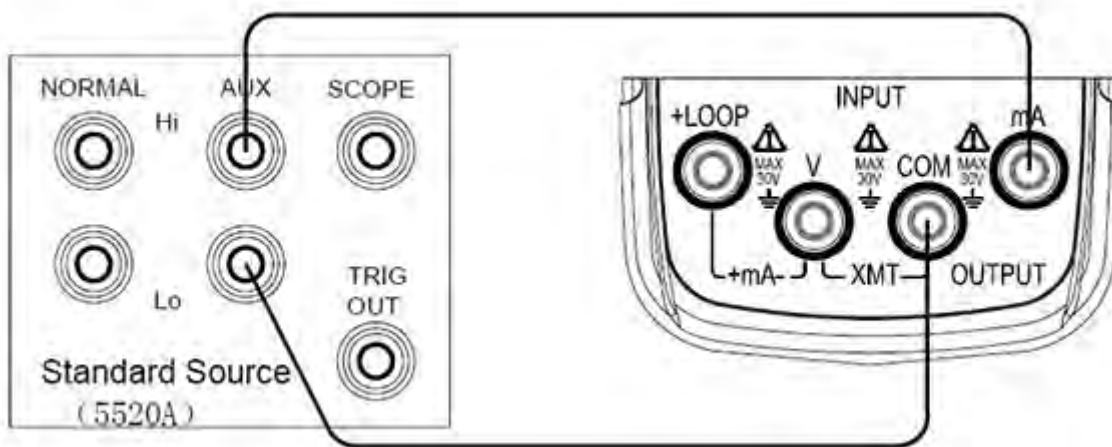

Abbildung 7-3
- 3. Schließen Sie den EC mAV 2 an das Gerät wie in Abbildung 7-3 gezeigt an: